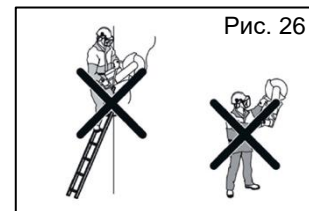

Рис. 26
- Никогда не режьте выше уровня плеч. Никогда не режьте с лестницы. Используйте платформу или подмости, если разрез выше уровня плеч (Рис. 26);